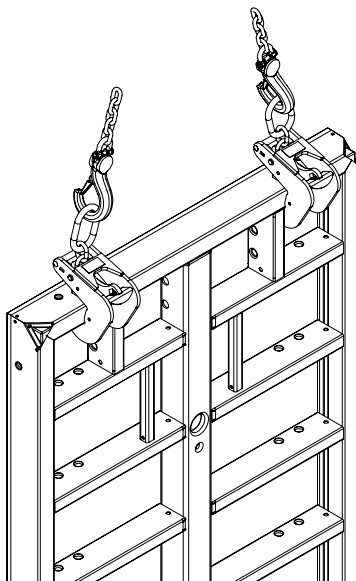

Fig. 6
- Vérifier la fixation du crochet de levage sur l'élément. (Fig. 6)